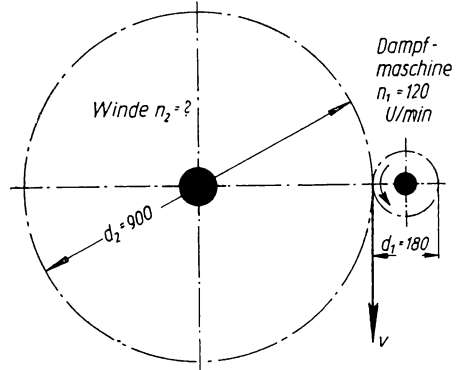

Bild 12
42. Das skizzierte Zahnradvorgelege einer Dampfwinde (Bild 12) hat folgende Maße: Das kleine Zahnrad der Dampfmaschinenwelle hat 180 mm Teilkreisdurchmesser,  $n_1 = 120$  U/min. Es greift treibend in ein großes Zahnrad der Windenwelle, dessen Teilkreisdurchmesser 900 mm beträgt. Die Teilkreise sind die gedachten mittleren Zahnkreise beider Räder, die mit gleicher Umfangsgeschwindigkeit aufeinanderrollen. Zu berechnen ist a) die Umfangsgeschwindigkeit beider Teilkreise; b) die Drehzahl in U/min der angetriebenen Windenwelle; c) die Räderübersetzung des Getriebes.